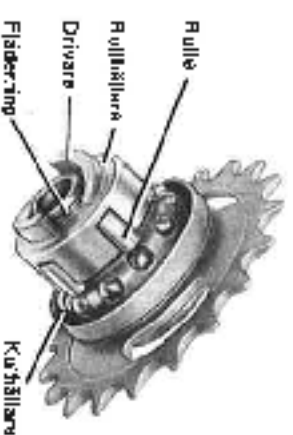

Bild 7. Drivare m m
- b. Ta på kulhållaren 16 och rullhållaren 17 med de fem rullarna 18 på drivaren. Läs med fjäderingen 19, Bild 7.